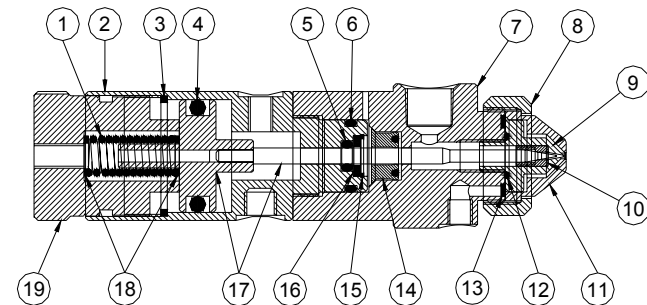

Figura 3.0
7.1 Limpieza profunda (vea la figura 3.0)
7.2 Ensamble de aguja / pistón y cambio de sello (vea la Figura 3.0)
7.3 Cambio de la boquilla y tapón de aire (vea la Figura 3.0)